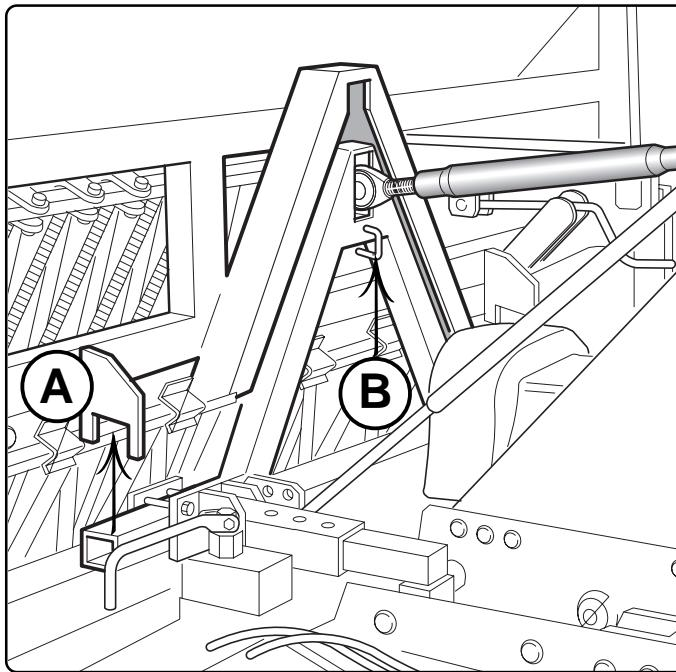

Fig. 10
1) Avvicinarsi con il trattore alla seminatrice, agendo sul sollevatore portare il triangolo di aggancio rapido sulla verticale del triangolo di accoppiamento della seminatrice (Fig. 10).
1) Bring the tractor to the seeder; using the lift, move the quick connect triangle until it is vertically above the coupling triangle of the seeder (Fig. 10).
1) Den Traktor der Sämaschine nähern. Durch Betätigung des Hubwerks das Anschlußdreieck auf die vertikale Linie des Kopplungsdreiecks der Sämaschine setzen (Abb. 10).
1) Approcher le tracteur du semoir, en agissant sur le dispositif de soulèvement, porter le triangle d'accrochage rapide à la verticale du triangle d'accouplement du semoir (Fig. 10).
1) Acérquese con el tractor a la sembradora, mediante el elevador, lleve el triángulo de acoplamiento rápido sobre la vertical del triángulo de acoplamiento de la sembradora (fig. 10).
3) Sollevare l'attrezzatura finché le due parti sono perfettamente accoppiate sui punti inferiori (A Fig. 10) e lungo le guide del triangolo con l'inserimento automatico del perno a molla (B Fig. 10).
3) *Lift the equipment until the two parts are perfectly coupled on the lower points (A Fig. 10) and along the triangle guides with the automatic insertion of the spring dowel (B, Fig. 10). Slip out the parking feet.*
3) Soulever la machine jusqu'à ce que les deux parties soient parfaitement assemblées aux points inférieurs (A Fig. 10) et le long des glissières du triangle avec l'assemblage automatique du goujon à ressort (B Fig. 10). Enlever les pieds d'arrêt.
3) Levante el equipo hasta que las dos partes queden perfectamente acopladas en los puntos inferiores (A fig. 10) y a lo largo de las guías del triángulo, con la introducción automática del perno de muelle (B fig. 10). Extraiga los pies de estacionamiento.